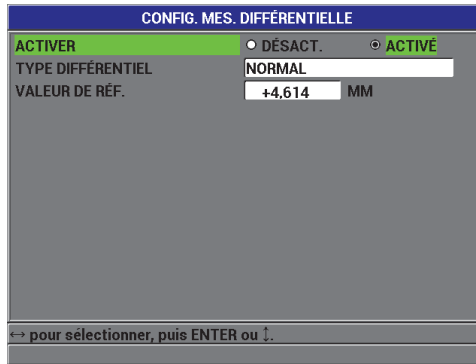

Figure 5-2 Écran CONFIG. MES. DIFFÉRENTIELLE
3. Dans l'écran **CONFIG. MES. DIFFÉRENTIELLE** (voir la Figure 5-2 à la page 105) :